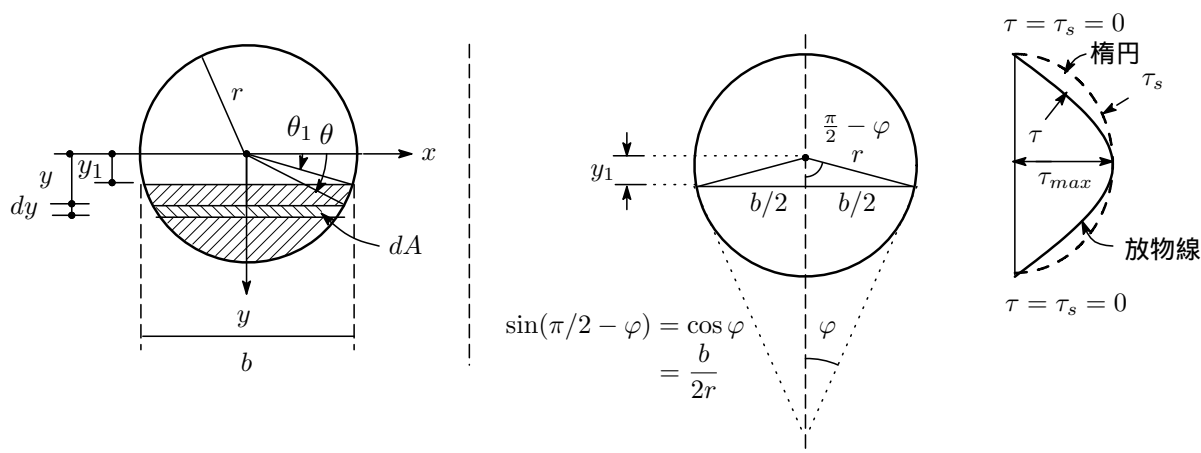

図 8.11: 円形断面のせん断応力
- コニー：了解。図 8.11 のようにとるとして、まず断面 2 次モーメントを求めておくわ。 $y = r \sin \theta$, $dy = r \cos \theta d\theta$, $dA = 2r \cos \theta dy = 2r^2 \cos^2 \theta d\theta$ となるので、中立軸 x に関する断面 2 次モーメントは。。。 (手元の積分公式集を繰りながら)